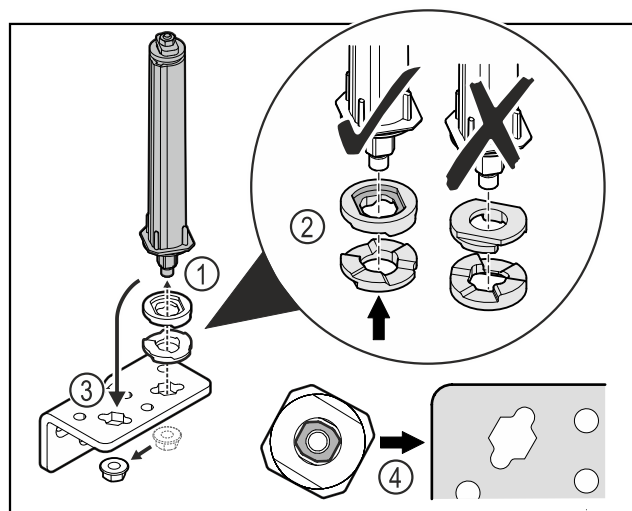

Fig. 47
- Moer losdraaien en deursluitsysteem verwijderen Fig. 47 (1).
- De correcte uitlijning van de hoogte-instelschijven in acht nemen Fig. 47 (2).
- Deursluitsysteem in de scharnierhoek verplaatsen en met de moer vastzetten Fig. 47 (3).
- Bij het plaatsen de correcte uitlijning van het deursluitsysteem in acht nemen Fig. 47 (4).